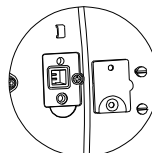

Figure 4-2. Broches LFT.
2. Démontez le couvercle de sécurité sous la balance afin d'accéder aux deux broches situées dans un logement (reportez-vous à la figure 4-2). Raccourcissez ces broches (un tournevis plat peut être utilisé), tout en mettant la balance **ON**. La balance effectuera une procédure de démarrage et l'affichage présentera ensuite l'état en cours [L F t 0 F F] (LFT ARRÊT, déverrouillé) ou (LFT MARCHÉ, verrouillé) ; appuyez sur la touche **No** pour modifier ce réglage ou sur la touche **Yes** pour le confirmer.